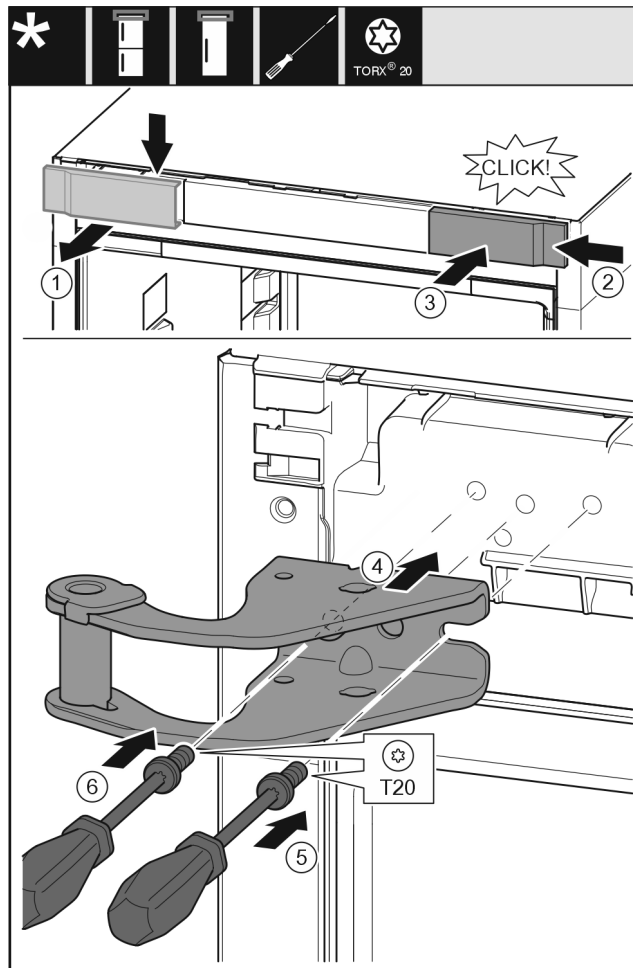

Fig. 14
- ▶ Αφαιρέστε το κάλυμμα Fig. 14 (1) από επάνω προς τα εμπρός.
- ▶ Αναρτήστε το κάλυμμα Fig. 14 (2) περιστρέφοντας το κατά 180° στην άλλη πλευρά από δεξιά.
- ▶ Κουμπώστε το κάλυμμα Fig. 14 (3).
- ▶ Τοποθετήστε το επάνω στηρίγμα Fig. 14 (4).
- ▶ Τοποθετήστε και σφίξτε τη βίδα Fig. 14 (5) με κατσαβίδι και σφίξτε τη.
- ▶ Τοποθετήστε και σφίξτε τη βίδα Fig. 14 (6) με κατσαβίδι και σφίξτε τη.